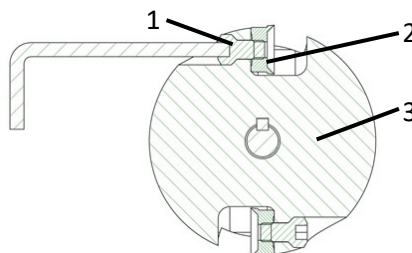

Fig. 16: Skifte kniver
- > Løsne knivskruene (1 – fig. 16) på fresehodet (3 – fig. 16) med en unbrakonøkkel 6 mm.
- > Bytt ut rundkniven (2 – fig. 16) eller drei rundkniven 180°.